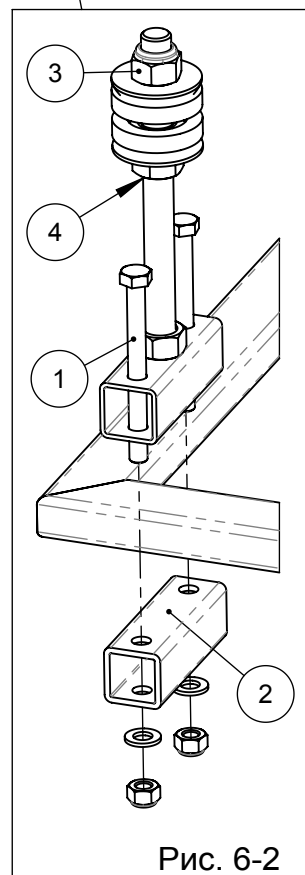

Рис. 6-2
6.1. В начале монтажа первые сегменты рельсов (один или два сборных) должны быть прикреплены к конструкции таким образом, чтобы они были подвешены на двух держателях HR401. Расположите комплект в правильном горизонтальном и вертикальном направлениях с помощью гаек «3» (рис.6-2) и затем затяните гайки «4».
6.3. Способ крепления рельса к держателю HR401 описан на рис. 6-2.